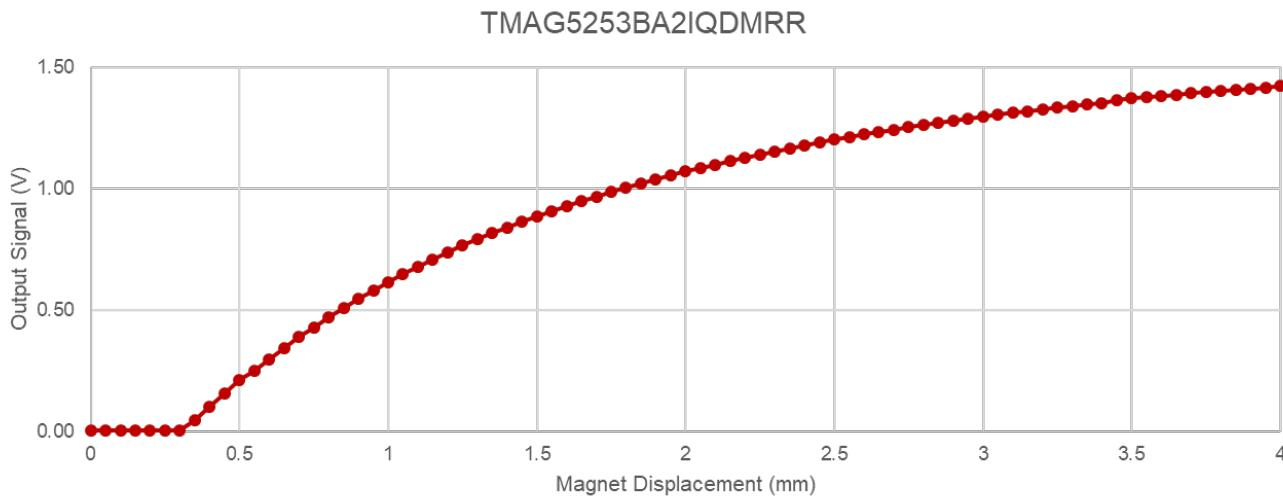
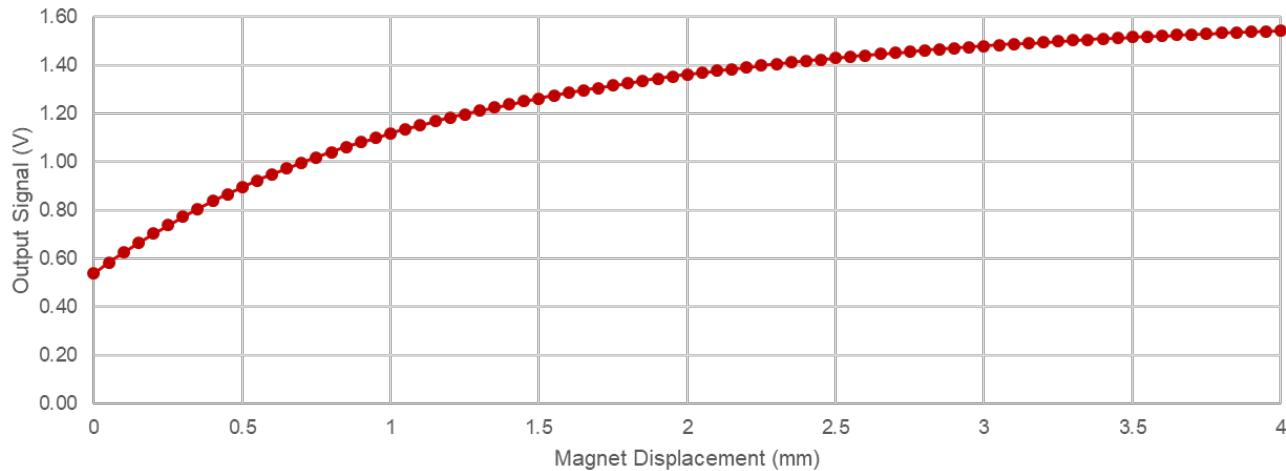

图 3-9. TMAG5253BA2 基准测试结果
图 3-10. TMAG5253BA3 基准测试结果
为了验证 TIMSS 仿真的结果，创建了一个物理基准测试设置。为进行这些测试，TMAG5253BA3 和 TMAG5253BA2 均已组装到了 HALL-ADAPTER-EVM 分线板上。这样可以比较两个型号的结果，以便查看 TMAG5253BA3 型号是否仍然是最佳选择，如 TIMSS 中所示。实验室设置包括放置在固定位置的磁性键盘开关中的 Samarium Cobalt YX18 磁体。然后放置带有 TMAG5253BA2 的 HALL-ADAPTER-EVM，使传感器中心与磁体中心对齐。首先，传感器处于完全按下状态，磁体此时距离传感器约 2.1mm。然后，传感器以 0.05mm 的增量移动，直到传感器从起始位置总共移动 4mm，此时传感器距离磁体 6.1mm，以此模拟磁性键盘开关从按下变为未按下。图 3-9 显示了在此期间从传感器采集的数据结果。
与 TMAG5253BA2 型号的 TIMSS 仿真中观察到的结果类似，当磁体达到完全按下状态时，检测元件变得饱和，这意味着此时无法提取到有意义的数据。图 3-10 显示了从 TMAG5253BA3 测得的结果。根据 图 3-10 中显示的结果，不仅没有出现饱和，而且在每次以 0.05mm 的增量移动时，传感器还能够随着自身远离磁体而观测到增量变化。
借助 图 3-10 中所示的键盘设计示例，可以使用德州仪器 (TI) Launchpad ( 如 MSP-EXP432E401Y ) 连接到 图 3-9 中所示的排针，从而为电路板供电并实现交互。